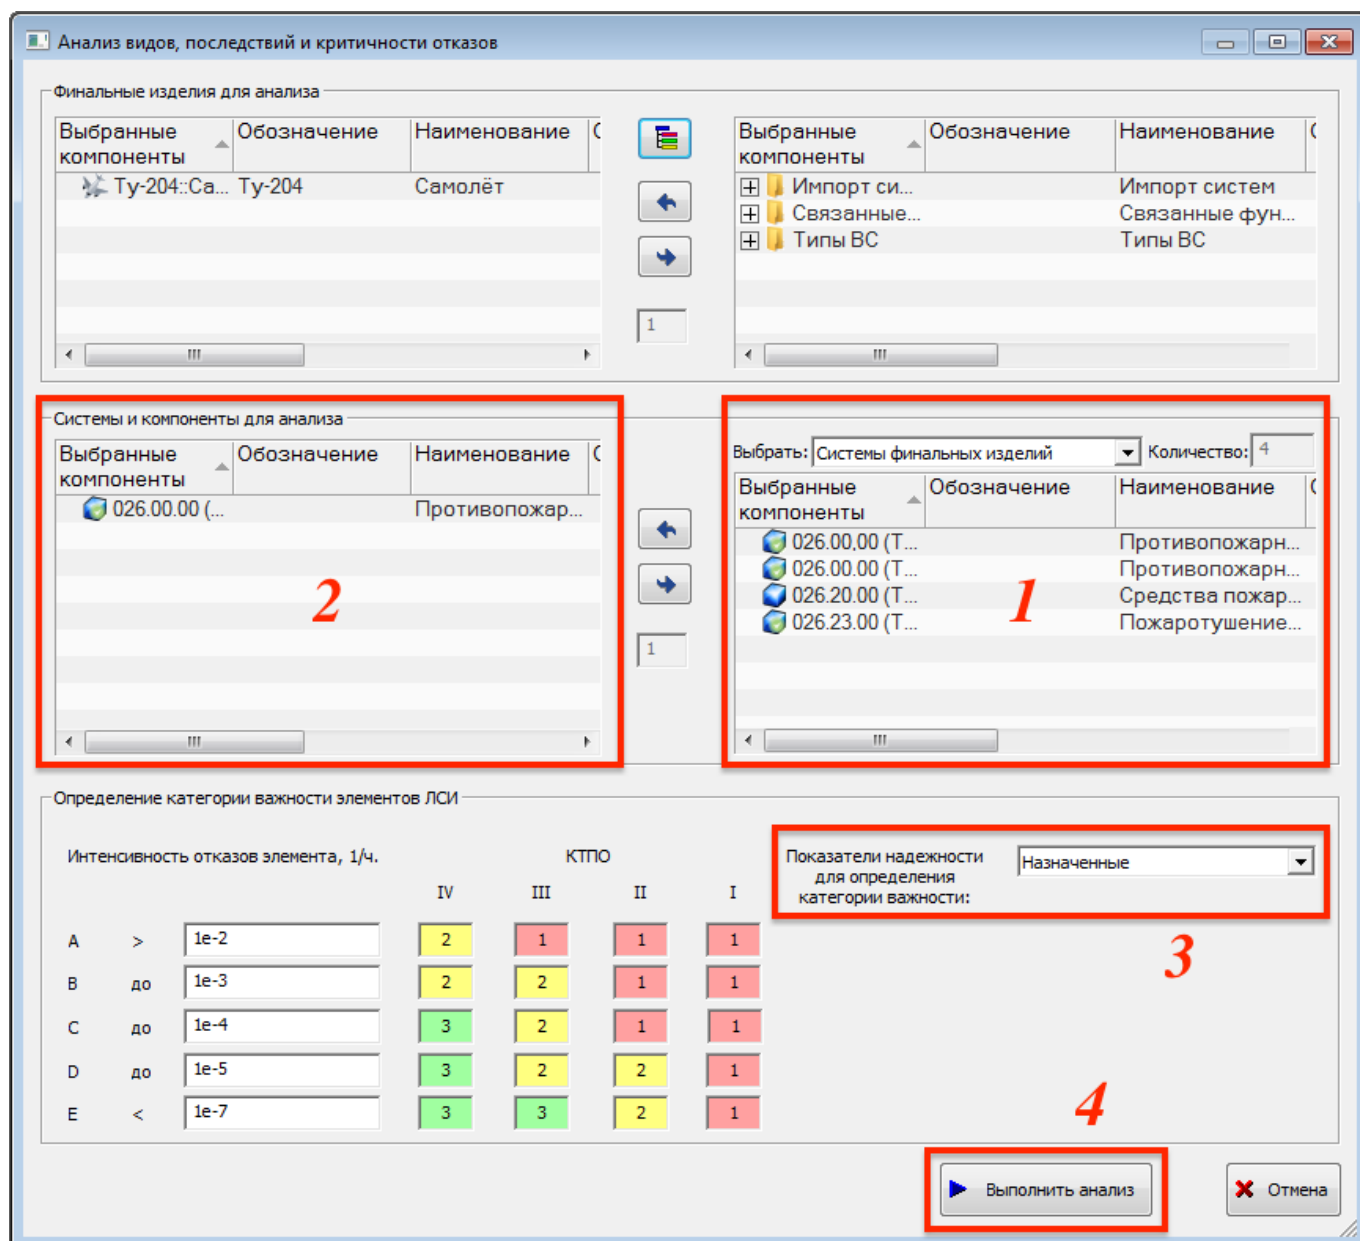

Рис. 10-323 – Диалоговое окно запуска АВПКО
1) Открыть рабочее окно «Логистическая структура» и нажать кнопку «АВПКО» панели «Анализ» (рис. 10-323).